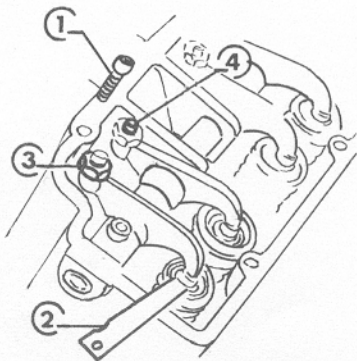

Fig. 16
- Déposer le cache-culbuteurs en dévissant les vis 1 (Fig. 16)
- Remove rocker cover by undoing screws 1 (Fig. 16)